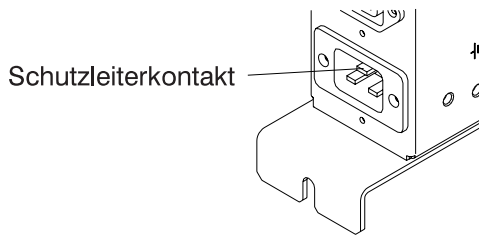

Figure 0-17. Schutzleiterkontakt des Wechselstromverteilerkastens der Erweiterung der Steuereinheit
- Prüfen, ob der elektrische Durchgang zwischen allen in der Erweiterung der Steuereinheit installierten Einheiten (Serviceprozessor, Netzknotenprozessor, Modem, optisches Plattenlaufwerk usw.) und dem Schutzleiterkontakt des Wechselstromverteilerkastens (siehe Figure 0-17) gewährleistet ist.